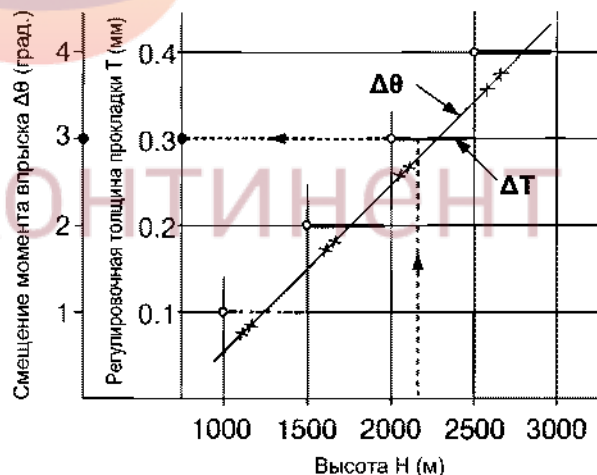

Рис. 46 Регулировочная толщина прокладки
- Вычислите толщину прокладки, отняв  $\Delta T$ , и увеличьте момент впрыска на  $\Delta\theta$ , базируясь на высоте H, на которой работает генератор, и скорректируйте толщину прокладки, как показано на Рис. 46.